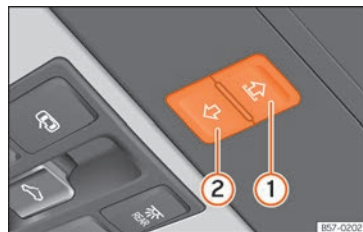

Abb. 129 In der Dachinnenverkleidung: Tasten des Sonnenschutzrollos.
Die Tasten »» **Abb. 129** ① und ② haben zwei Stufen. In der ersten Stufe kann das Sonnenrollo ganz oder teilweise geöffnet oder geschlossen werden.
- *Sonnenschutzrollo*: 5 Sekunden ab der Aktivierung des Einklemmschutzes verstreichen, drücken Sie die Taste » » **Abb. 129**  bis sich das Rollo vollständig schließt.